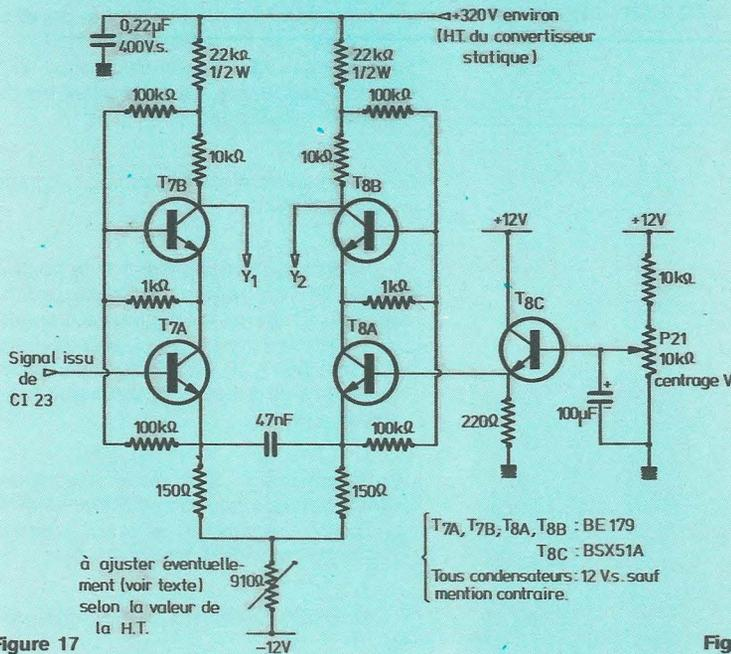

Figure 17
b. Amplification des tension de balayage : (voir schéma figure 17)
Malheureusement, de tels transistors sont plus difficiles à se procurer et sont encore chers et fragiles. D'autre part, leur gain en courant est faible et la linéarité du montage, comme l'ont montré les premiers essais de l'auteur, souffrait de cette déficience. Nous avons donc tourné le problème en utilisant non plus 2 mais 4 transistors montés en série 2 par 2 comme le montre la **figure 17**. Notez la contre réaction collecteur/base par une prise sur la résistance de charge.
La **figure 17 bis** montre l'amplificateur destiné au balayage. Ce dernier présente une très légère différence avec l'amplificateur ligne : dans l'amplificateur ligne, la base de T_{6A}, où est appliquée par P₂₀ la tension continue de centrage, est découplée à la masse, pour la fréquence de travail, soit 16,66 Hz, par 100 μ F. Ce découplage serait totalement inopérant sur T_{6A}, en base image à 1/8 Hz. Il faudrait un condensateur de plus de 13 000 μ F...! Impensable! T_{8C}, monté en suiveur, intervient alors et fournit la tension de centrage sous très basse impédance, et tout rentre dans l'ordre. Dans ces conditions, la linéarité de l'amplificateur image est parfaite.
Figure 17 bis